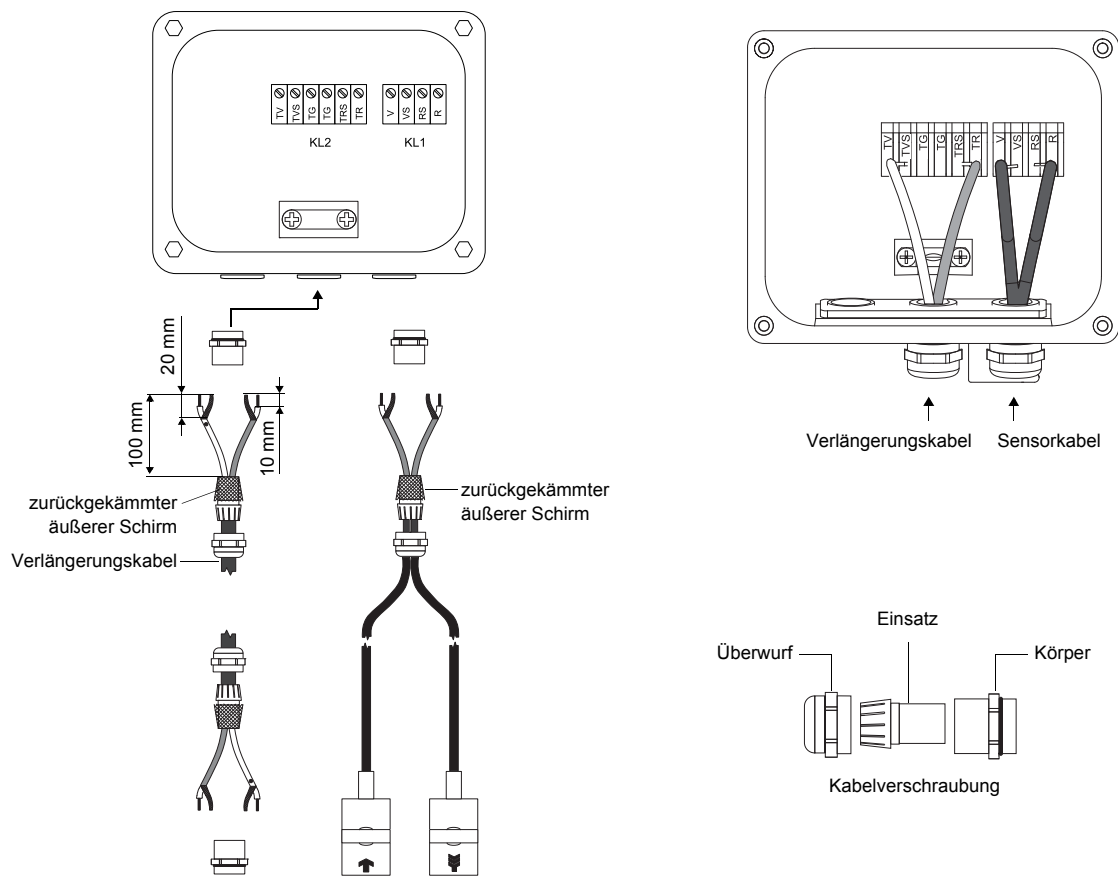

Abb. 6.7: Anschluss des Verlängerungs- und Sensorkabels an das Klemmgehäuse JB01
- Entfernen Sie den Blindstopfen für den Anschluss des Verlängerungskabels (siehe Abb. 6.7).
- Schließen Sie das Verlängerungskabel an die Klemmen des Klemmgehäuses an (siehe Abb. 6.7 und Tab. 6.2).
Für die Klemmenbelegung des Sensorkabels siehe Abb. 6.7 und Tab. 6.5.